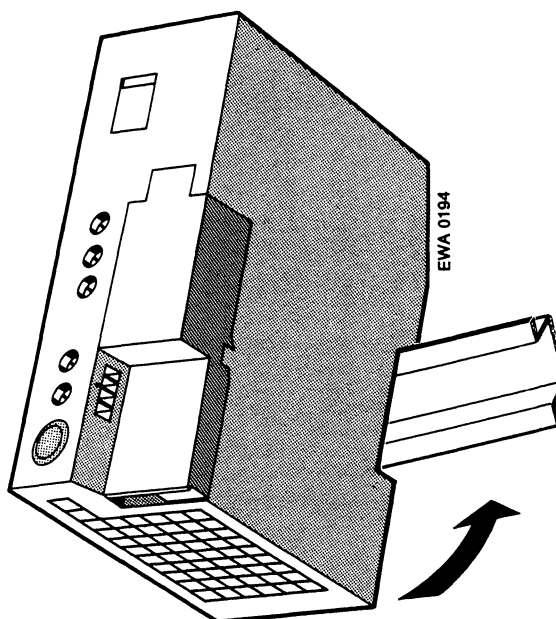

Fig. 3.1 Mise en place du module d'alimentation PS 930
- ▶ rabattre le module vers l'arrière jusqu'à ce qu'il s'encliquette sur le rail (cf. figure 3.1).
Le procédé est le même que pour le module d'alimentation (cf. figure 3.1).